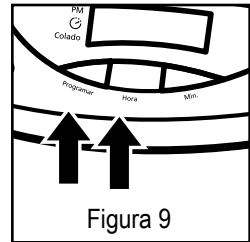

Figura 9
2. Mientras sigue presionando el botón para programar la preparación de café “Programar”, presione y detenga el botón de hora “Hora” hasta que la pantalla en el reloj muestre la hora que usted desea. El indicador PM se iluminará para indicar un tiempo PM, si el indicador PM no se ilumina, el tiempo es AM. Consulte la figura 9.